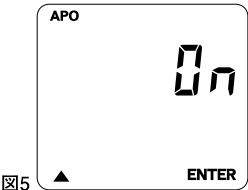

図5
- (7)表示部②に図5が表示され、オートパワーオフ機能のON/OFFの切り替えを行います。"On"または"OFF"が表示されている時に、"▲"ボタン③を押すと設定の切り替えができます。"On"または"OFF"を選択して"MODE"ボタン④を押してください。